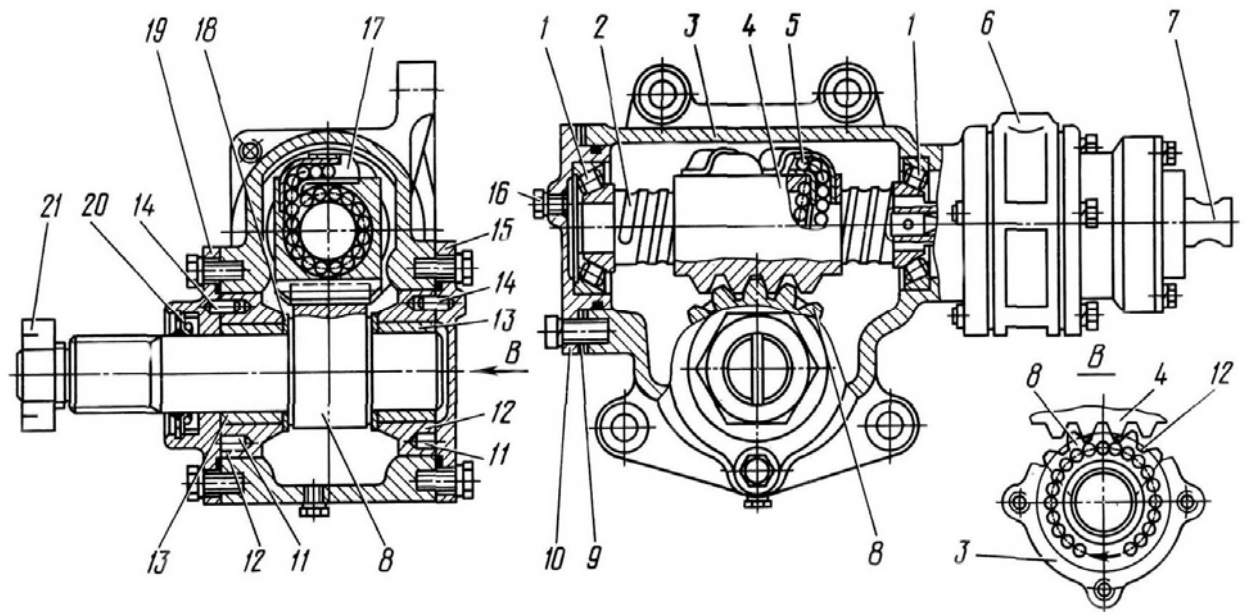
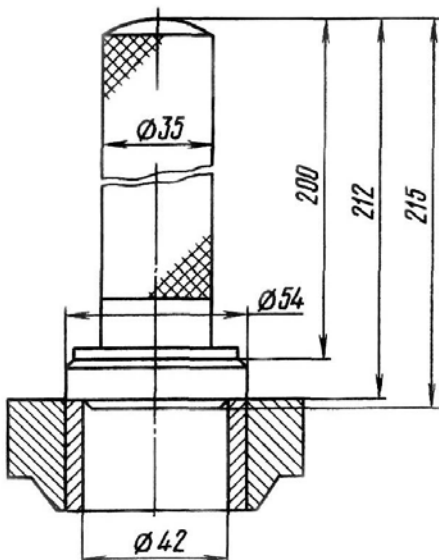
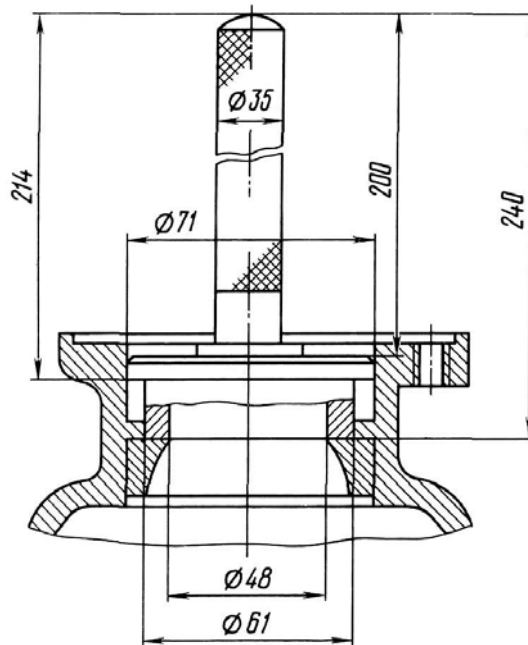

Рис.44. Рулевой механизм:
Рис.49. Выпрессовка металлокерамических втулок
Рис.50. Выпрессовка наружной обоймы сферического подшипника
Рулевой механизм состоит из винта 2 (рис.44) и шариковой гайки-рейки 4, находящейся в зацеплении с зубчатым сектором 8.
5. Отсоединить шланги 2, 11 и 12 и трубки от распределителя 6 (см. рис.44).
11. Переместить поворотом винта 2 (см. рис.44) гайку-рейку 4 в одно из крайних положений.
13. Извлечь из картера 3 эксцентрические вкладыши 12 в сборе с металлокерамическими втулками 13, упорное кольцо 18 и зубчатый сектор 8. Выпрессовать с помощью оправки (рис.49) из вкладышей 12 (см. рис.44) металлокерамические втулки 13.
16. Выпрессовать с помощью оправки (рис.50) из картера 3 (см. рис.44) крышку 10 с наружной обоймой сферического подшипника 1.
1. Запрессовать с помощью оправки в крышку 10 (см. рис.44) наружную обойму сферического подшипника 1.
3. Напрессовать, на шейки винта 2 (см. рис.44) внутренние обоймы сферических подшипников 1.
При незначительном несовпадении отверстий в крышках и картере повернуть вкладыши 12 в ту или другую сторону до совпадения отверстий, обратив при этом внимание на отсутствие зазора в зубчатом зацеплении. Штифты 14 расположить друг против друга на одной линии (см. рис.44).